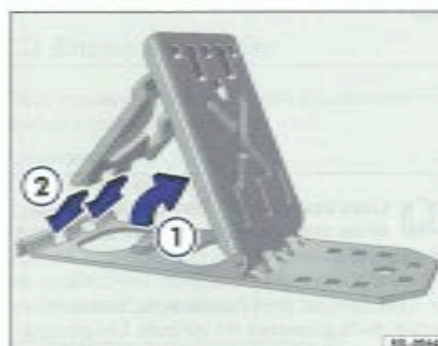

Fig. 211 Montage des cales piliantes
- Soulevez la plaque d'appui $\Rightarrow$ fig. 211 ①.
- Dégagez la plaque d'arrêt et mettez les deux « ergots » de la plaque d'arrêt dans les trous oblongs de la plaque de base ②.